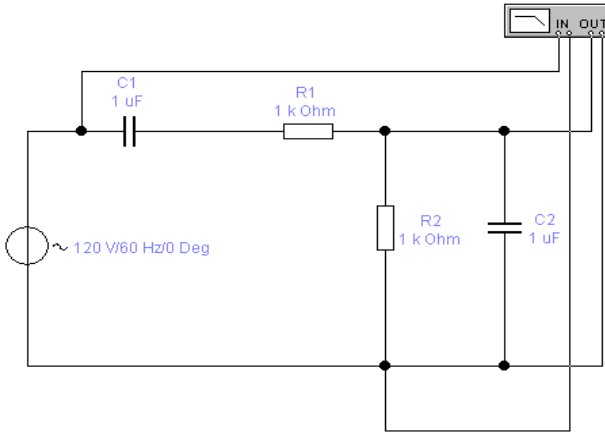

Рисунок 8.9 - Схема моста Віна
- 30 Скласти схему рис. 8.9 та підключити Бодє плотер.